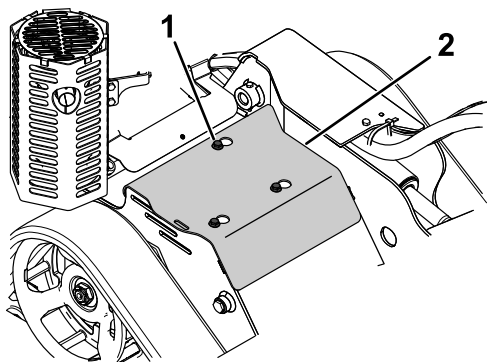

Рисунок 19
3. Последовательно ослабьте 3 болта, крепящие плоскую крышку к раме, чтобы можно было снять крышку (Рисунок 19).
5. Чтобы установить плоскую крышку перед началом эксплуатации машины, сдвиньте крышку на место и затяните 3 болта, затяжку которых вы ослабили ранее (Рисунок 19).